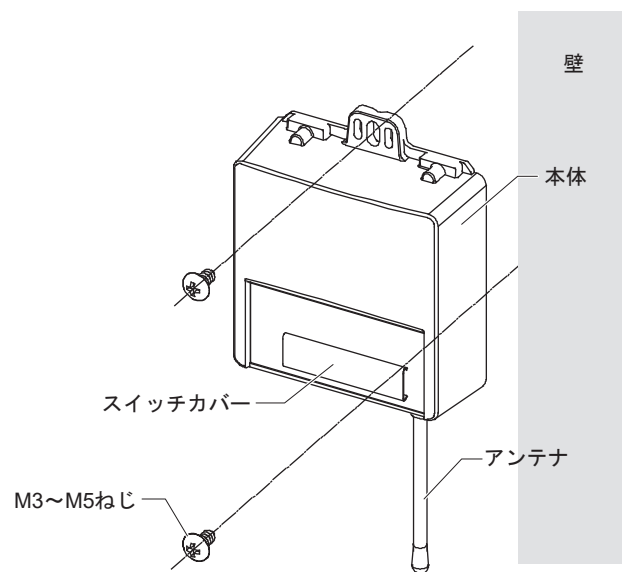

図13
## (3) 壁直接取付 (図13参照)
- ① スイッチカバーを手前に引っ張って外し、周波数チャンネルとグループアドレスおよびUTアドレスを設定します。設定が終わったら、スイッチカバーを取り付けます。